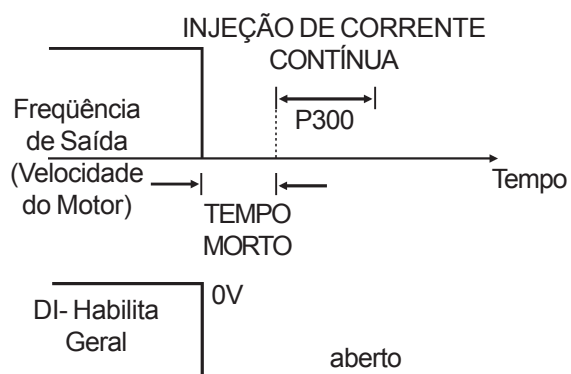

Figura 6.22 - Atuação da frenagem CC no bloqueio geral (desabilitação geral)
- ☑ A figura 6.22 a seguir apresenta um exemplo de aplicação de um inversor controlando um processo em malha fechada (regulador PID).